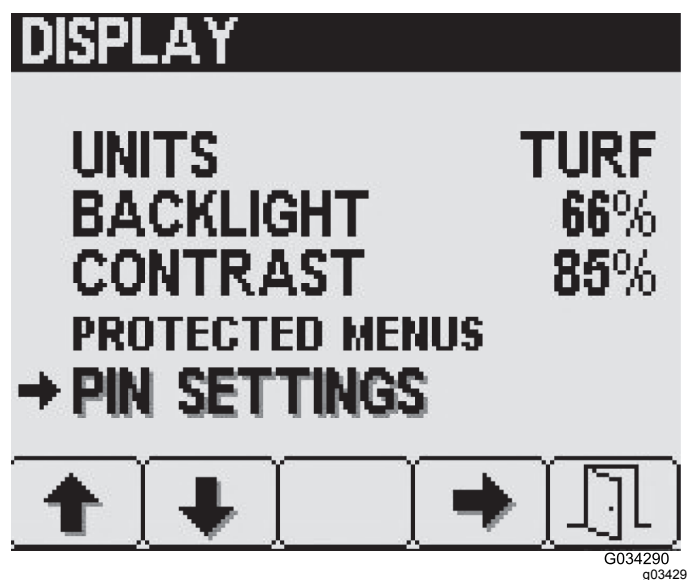

图 24
- 按下 Display 显示设置屏幕上的 2 号按钮直至到达各个 PIN Settings PIN 设置然后按 4 号按钮选择 PIN Settings PIN 设置 图 24。
1. 按下 Display 显示设置屏幕上的 2 号按钮直至到达各个 PIN SettingsPIN 设置然后按 4 号按钮选择 PIN SettingsPIN 设置 图 24。